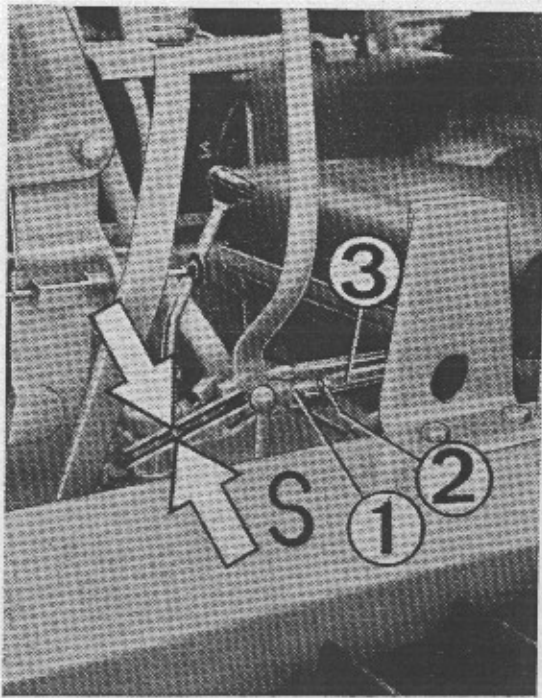

Fig. 59
- 4) **Controllo frizioni di sterzo** - Verificare che nella posizione di inizio disinnesto delle frizioni, esista una distanza di circa  $3,5 \div 4$  mm. fra i piani di contatto delle leve di comando ed il relativo piano di riposo (fig. 59, pos. S).